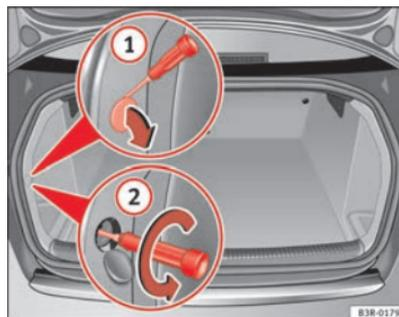

Fig. 210 Bagagliaio: posizione della vite di fissaggio del gruppo ottico posteriore
- Sollevare la copertura facendo leva nell'apposita rientranza con il cacciavite ⇒ pag. 283, fig. 210 **1**.